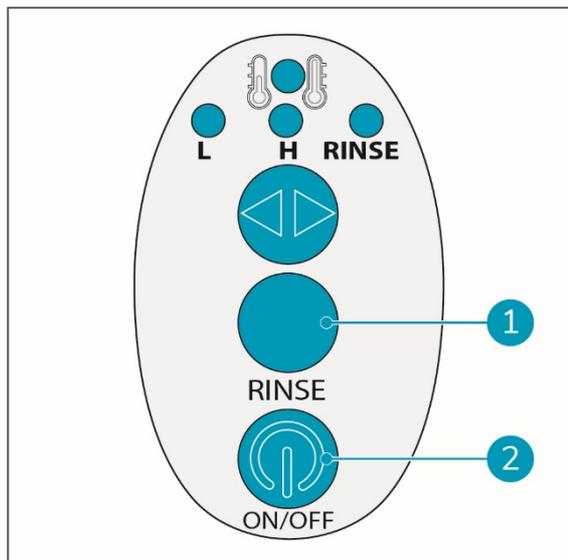

Figura 26
6. Prima o botão ON/OFF (ligar/desligar) (figura 26, posição 2) no controlo da pega.
7. Prima o botão RINSE (enxaguar) (figura 26, posição 1).
9. Solte o botão RINSE (enxaguar) (figura 26, posição 1).
12. Desligue a máquina através do botão ON/OFF (ligar/desligar) (figura 26, posição 2).